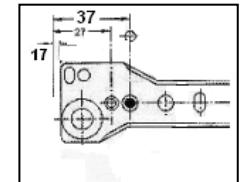

Рис.2 Схема установки роликовых направляющих
- К боковым стойкам №2;3 прикрутить подпятники - Р на саморезы - И и направляющие - Т саморезами - И(рис.2);